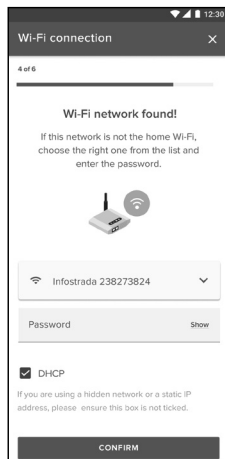

FIG. 7
1. Приліпіть двосторонню клейку стрічку позаду опорної пластини (рис. 7), зніміть захисне покриття й зафіксуйте пластину на кожусі котла.